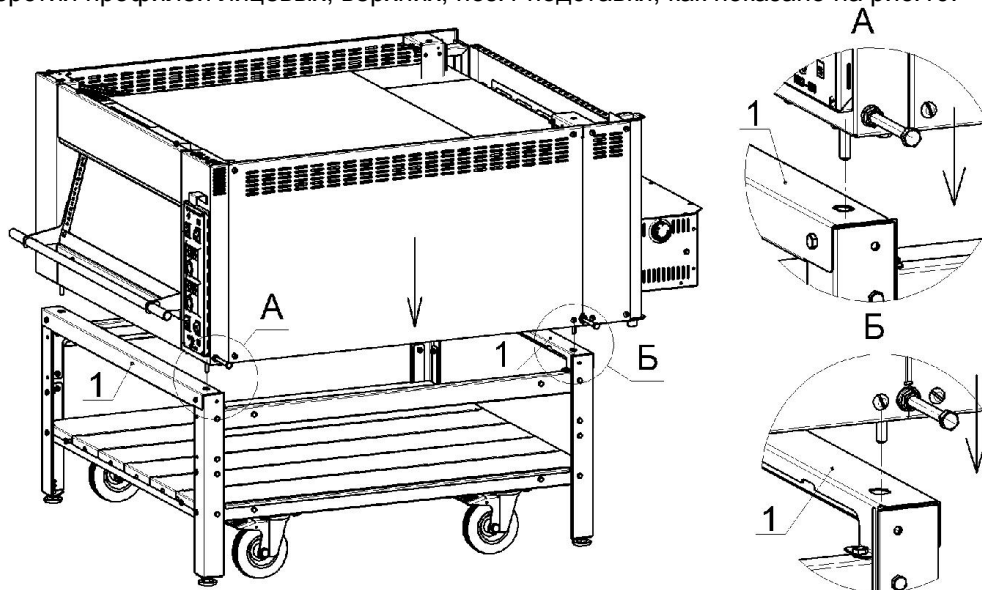

Рис.10
10. Установить нижнюю печь (без крышки) на подставку так, чтобы концы 4-х шпилек М8 на углах печи попали в отверстия профилей лицевых, верхних, поз.1 подставки, как показано на рис.10: